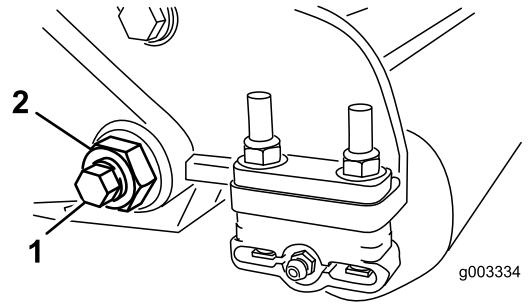

Figura 30
- En cada lado de la máquina, afloje la contratuerca que fija el perno de la barra de asiento (Figura 30).
| 4. Retire cada perno de la barra de asiento, para poder tirar de la barra hacia abajo y retirarla de la máquina (Figura 30). | |
- Retire cada perno de la barra de asiento, para poder tirar de la barra hacia abajo y retirarla de la máquina (Figura 30).